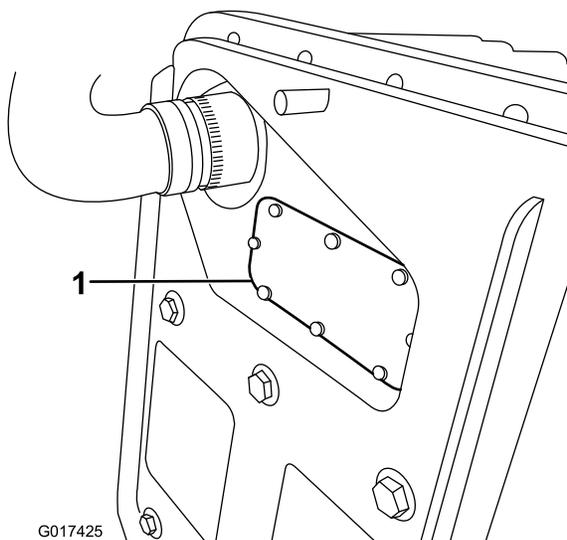

Figura 38
- B. Retire a cobertura do fusível (Figura 38).